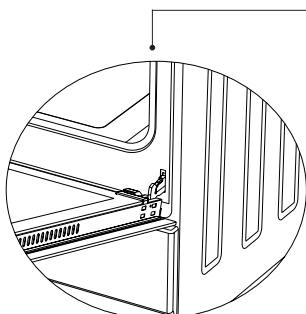

Figura 15.1
1. Abra completamente a porta do forno e retire-a abrindo o trinco da dobradiça com uma chave de fendas, como mostra a figura 15.1.